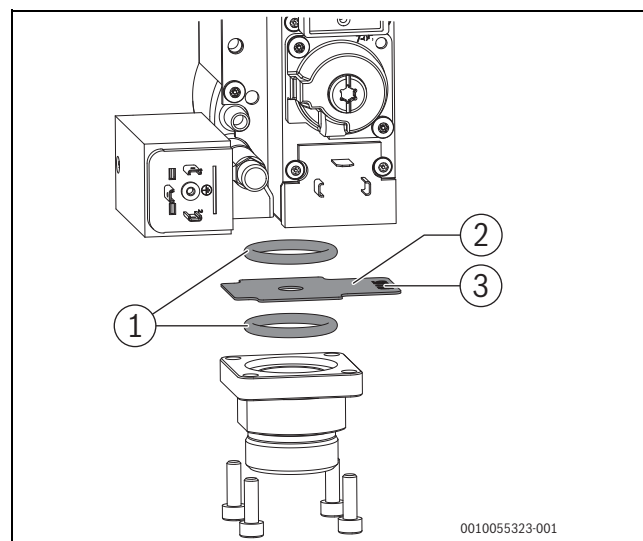

Bild 27 Gasblende austauschen (Kesselgröße 75; 100 kW)
- Gasblende (→Bild 27 und 28, [2]) abnehmen und gegen die der gelieferten Gasart entsprechende Gasblende austauschen (→Tab. 9).
- O-Ringe (→Bild 27 und 28, [1]) auf Beschädigung prüfen und gegebenenfalls austauschen.
Gasblende mit der Beschriftung (→Bild 27 und 28, [3]) nach oben einlegen, Beschriftungslasche nach rechts zeigend.
Legende zu Bild 27 und 28: